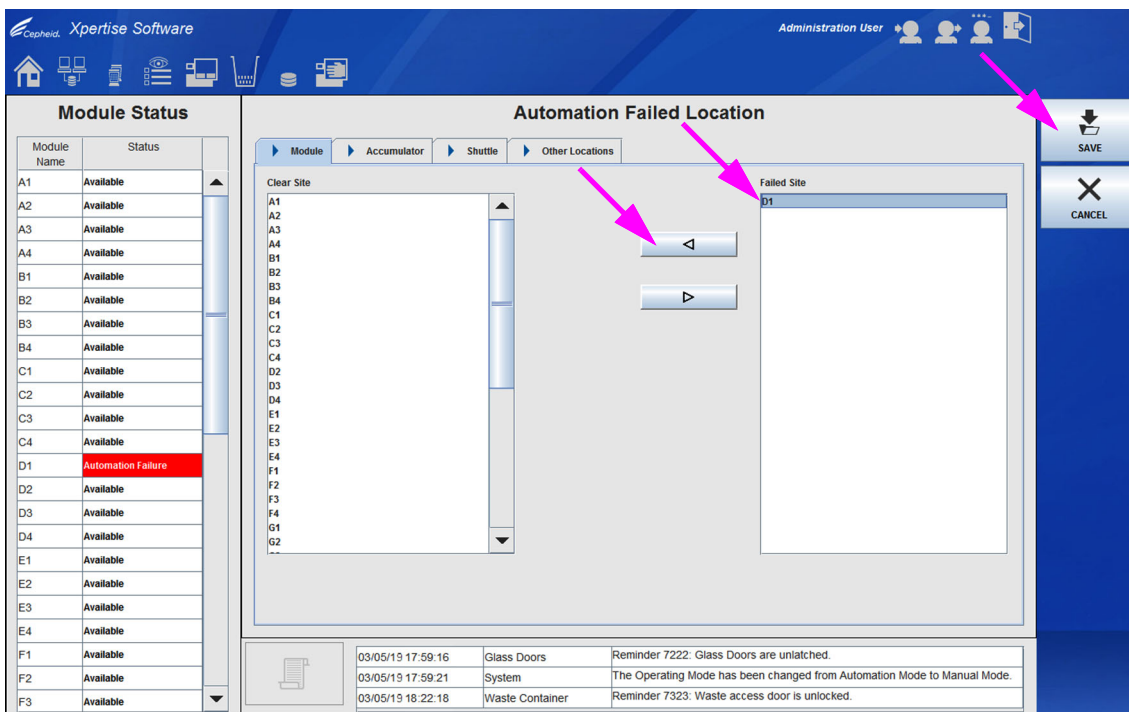

图 9-95. 显示模块故障位置为 D1 的自动化操作故障位置 (Automation Failed Location) 工作区
5. 在自动化操作故障位置 (Automation Failed Location) 工作区中，从**故障位置 (Failed Site)** 面板中选择故障模块，然后选择左箭头 按钮，将其移至**正常位置 (Clear Site)** 面板。请参见图 9-95。
在图 9-95 所示的示例中，故障模块位置是位置 **D1**。